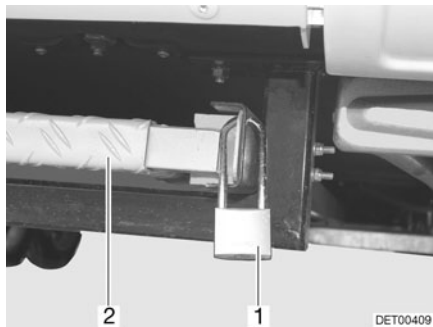

Fig. 7 Verrouiller la rampe mobile
- Ôter la sécurité (p. ex. cadenas, Fig. 7,1) sur la rampe mobile (Fig. 7,2).